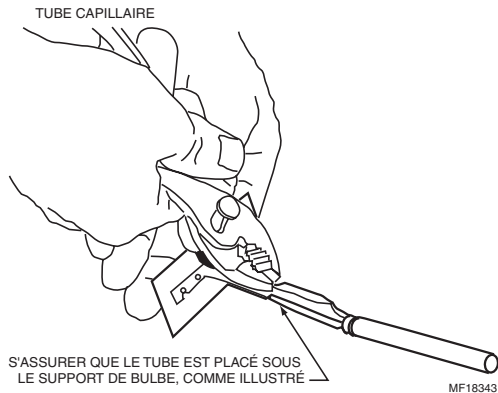

Fig. 9. Montage du tube capillaire dans le support de bulbe.
5. Placer le tube capillaire dans la support de bulbe et pincer les bords supérieurs du support au niveau de chaque segment. Voir la Fig. 9